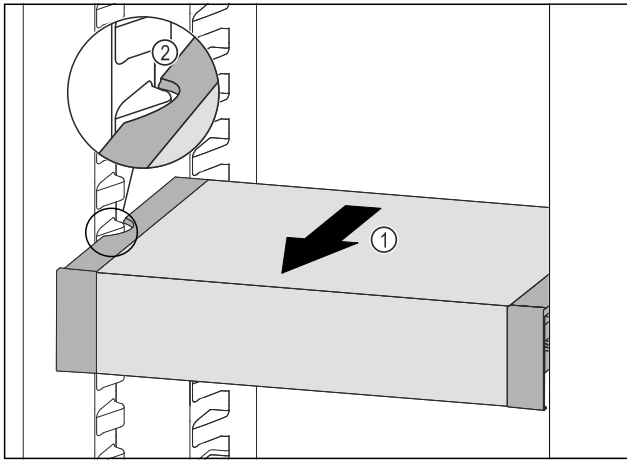

Fig. 125
- VarioSafe nach vorne ziehen Fig. 125 (1), bis sich die seitlichen Aussparungen des VarioSafes auf Höhe der Behälterrippe im Kühlteil befinden. Fig. 125 (2)